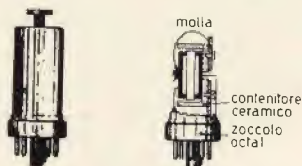

Figura 3 - Quarzi G.E.
**Quarzi General Electric:** sono quelli che assomigliano a delle valvole octal metalliche, con funghetto sulla testa, come vedete da figura 3: